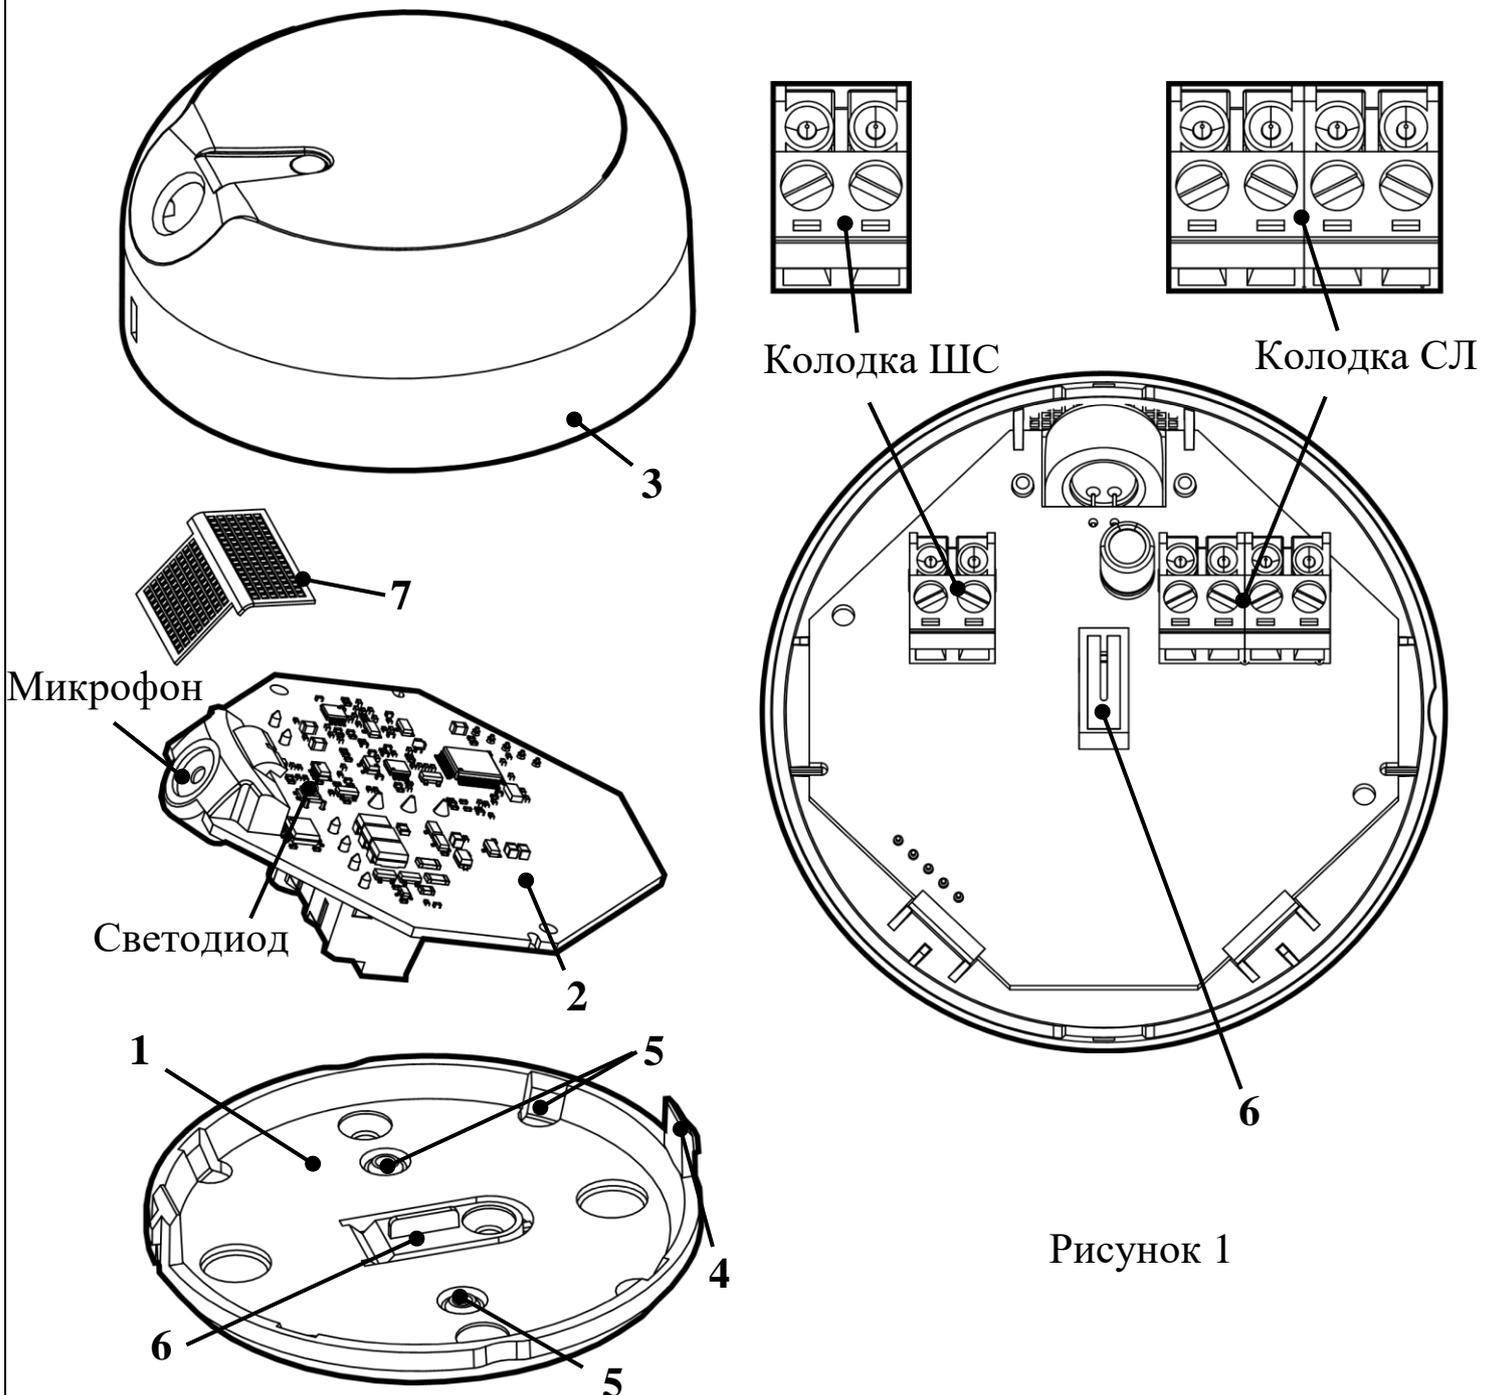

Рисунок 1
2.1. Извещатель конструктивно выполнен в виде одного блока (рис.1) и состоит из: основания (1) с зацепами (4), выламываемыми отверстиями для ввода проводов СЛ и ШС (5), механизмом датчика вскрытия/отрыва (6), печатной платы с элементами (2), крышки (3) с защитной сеткой (7).